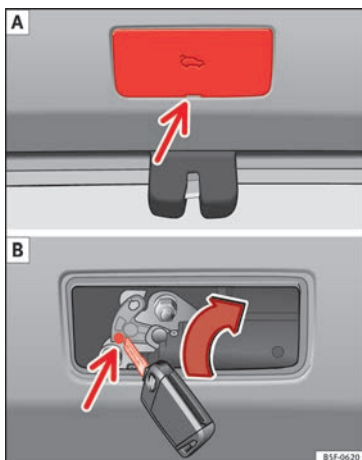

Fig. 7 Particolare del bagagliaio: accesso al dispositivo di sblocco di emergenza.
- Estrarre lo sportellino inserendo un cacciavite nella fessura » **fig. 7 A.**
- Introdurre la chiave nel foro apposito e ruotarla nel senso della freccia fino a liberare il fermo » **fig. 7 B.**